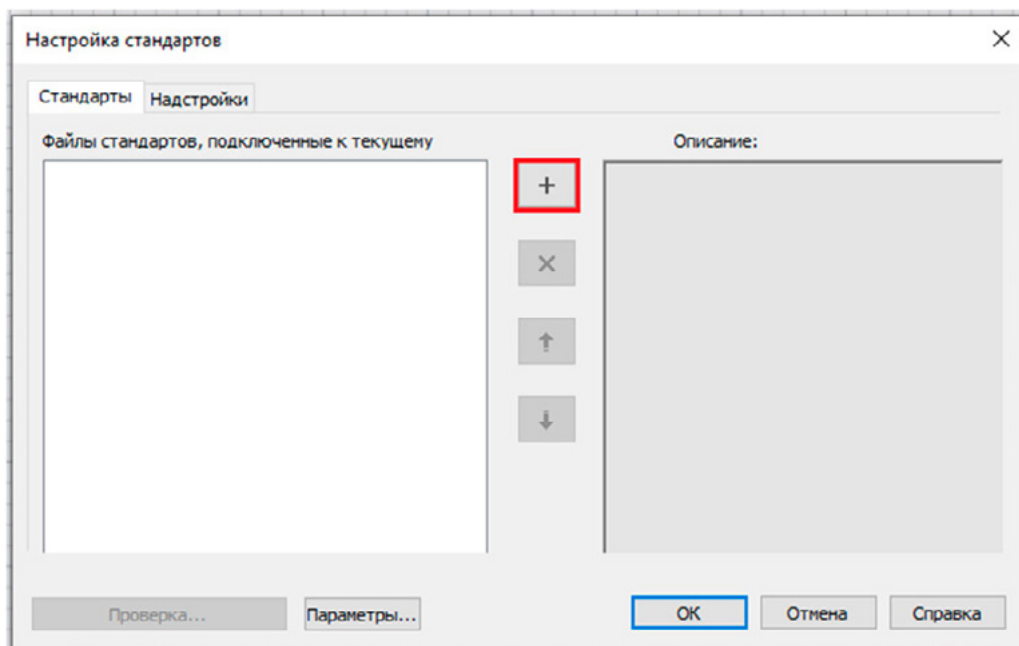

Рис. 14. Диалоговое окно **Настройка стандартов**
- 2) в открывшемся диалоговом окне Настройка стандартов нажать кнопку «+» (рис. 14);